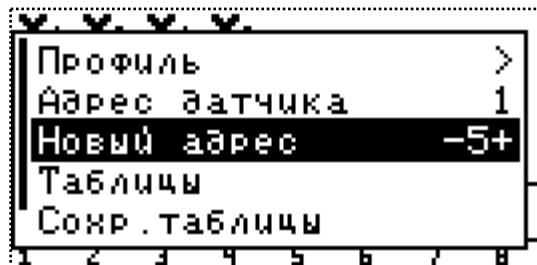

Рисунок 29
9. Кнопками «Вверх» и «Вниз» выбрать пункт «Адрес датчика» и кнопками «Плюс» и «Минус» задать **текущий программный адрес** подключенного датчика (см. «Рисунок 29») или выбрать «АВТО», если адрес неизвестен.
10. Кнопками «Вверх» и «Вниз» выбрать пункт «Новый адрес» и кнопками «Плюс» и «Минус» задать **новый программный адрес** (см. «Рисунок 29»). После этого нажать кнопку «Меню». В результате удачного переименования на экран будет выведено сообщение – «Выполнено».